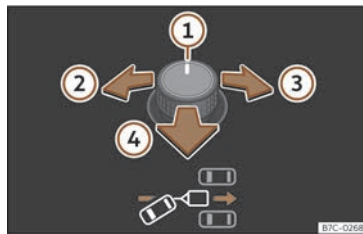
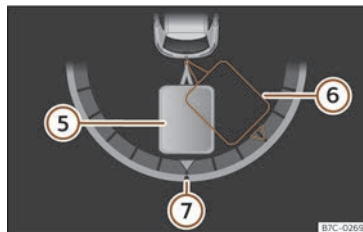

Fig. 141 Mando xiratorio dos retrovisores exteriores: axustar o ángulo do remolque.
Fig. 142 Pantalla do quadro de instrumentos: dar marcha atrás.
Lenda da >>> **fig. 141**, >>> **fig. 142**:
- Bascule o mando xiratorio ata acadar a dirección desexada >>> **fig. 141**. Na pantalla do quadro de instrumentos aparece, a modo de orientación, unha representación do conxunto vehículo tractor e remolque na posición actual >>> **fig. 142**.